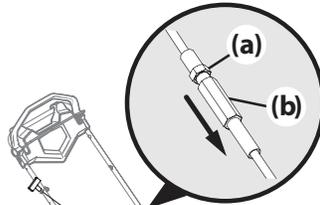

Figure 14
14. Entraînement faible. Consultez la figure 14 -